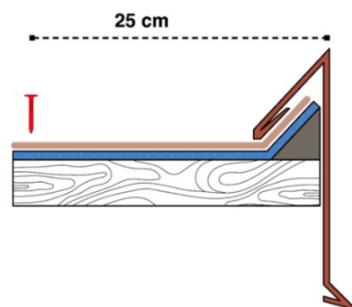

Fig. 5 - Dettaglio laterale con listello
- In alternativa, fissare un listello con sezione triangolare sul bordo laterale della copertura, prima delle membrane/sottotegola. Posizionare la membrana/sottotegola sopra al listello triangolare e posare la tegola canadese sopra ad esse, tagliandola in corrispondenza del vertice del listello. Completata la falda, applicare sopra alle tegole del listello una lamiera perimetrale - Fig. 5.